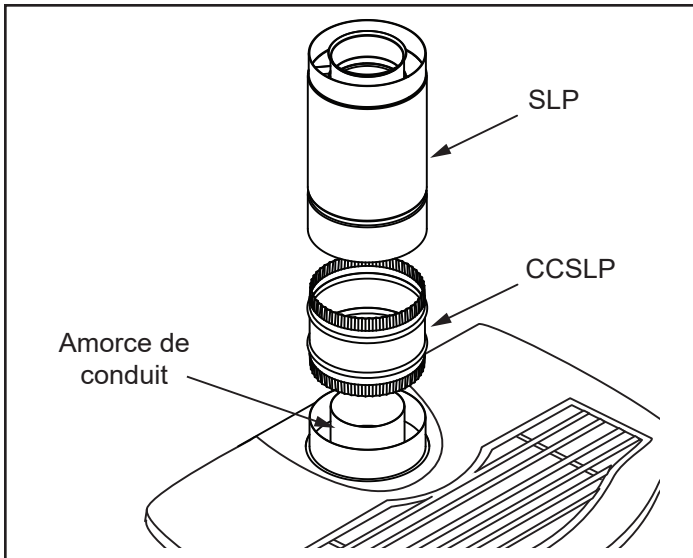

Figure 3.2 - Fixer l'assemblage interne au collet du conduit de cheminée.
4. Appliquez un cordon de scellant de 9,6 mm (3/8 po) autour de l'extrémité sertie de 10,2 cm (4 po) sur le collet de départ sur le poêle. Du ciment à poêle est fourni dans le sac du manuel pour ce faire. Fixez le tuyau SLP à l'adaptateur et fixez-le en alignant les soudures de l'adaptateur et du tuyau, en appuyant vers le bas fermement jusqu'à ce que le tuyau cesse de se déplacer, puis en le faisant tourner pour le verrouiller en place (figure 3.2).
- Installez le système de ventilation comme décrit aux figures 3.2 à 3.9.